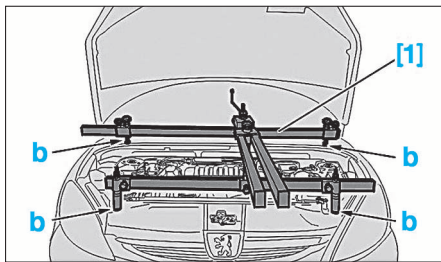

FIG. 10
- Écarter le démarreur (23) (sans le débrancher).
- Mettre en place la traverse de maintien moteur [1] (Fig.10).